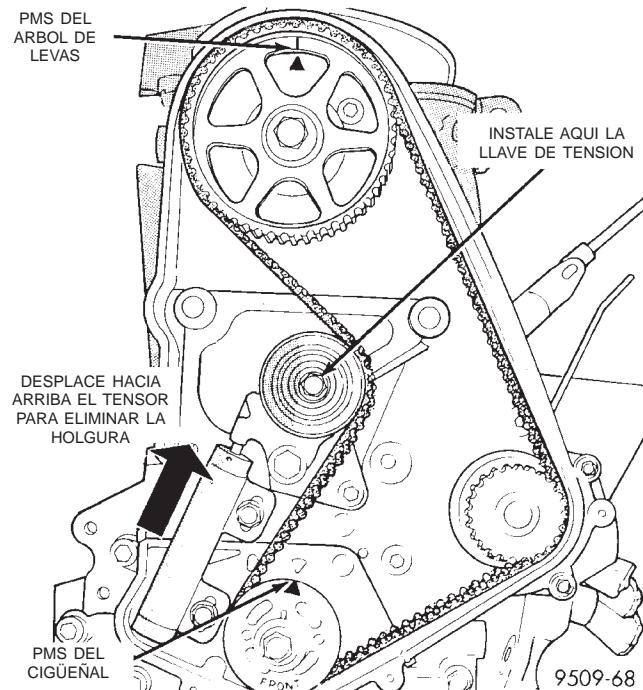

Fig. 51 Ajuste de la tensión de la correa de distribución
(9) Con una llave de tensión en la polea tensora, aplique una torsión de 28 N·m (250 lbs. pulg.) (Fig. 51).
(10) Con la torsión aplicada a la polea tensora, desplace el tensor hacia arriba contra el soporte de la polea y apriete los dispositivos de fijación con una torsión de 31 N·m (23 lbs. pie) (Fig. 51).
(11) Tire del pasador del émbolo del tensor. Esto es correcto cuando el pasador puede retirarse e instalarse.
(12) Haga girar el cigüeñal 2 revoluciones y verifique la alineación de las marcas de reglaje (Fig. 51).
(13) Instale la mitad delantera de la tapa de distribución.
(14) Instale la ménsula del soporte del motor.
(15) Instale el conjunto de la bomba de la dirección.
(16) Instale el soporte derecho del motor. Consulte el procedimiento descrito en esta sección.
(17) Retire el gato de debajo del motor.